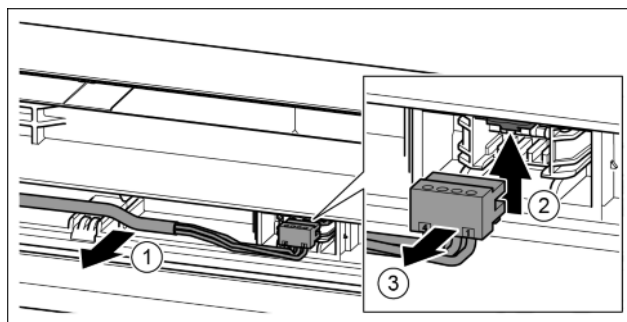

Fig. 24
- ▶ Desprindeți cu precauție cablul gri din ghidaj în ușă. Fig. 24 (1)
- ▶ Apăsați în sus eclisa. Fig. 24 (2)
- ▶ Scoateți cu precauție fișa. Fig. 24 (3)